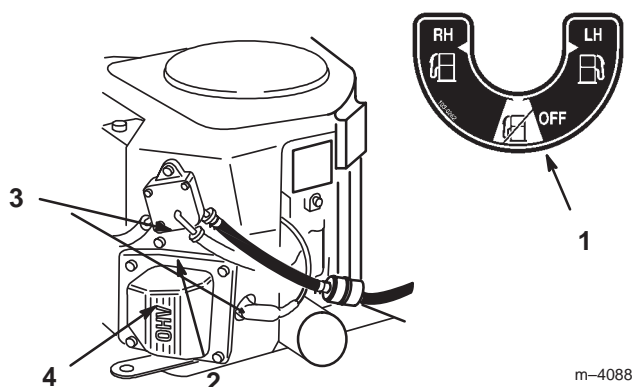

Figure 40
5. Posez un filtre neuf et rapprochez les colliers de fixation du filtre (Fig. 40).
2. Fermez le robinet d'arrivée de carburant (Fig. 40).
3. Desserrez le collier de serrage au niveau du filtre à carburant et repoussez-le le long de la conduite d'alimentation pour l'éloigner du filtre (Fig. 40).
4. Débranchez la conduite d'alimentation du filtre (Fig. 40).
5. Ouvrez le robinet d'arrivée de carburant des réservoirs gauche et droit, et laissez le carburant s'écouler dans un bidon ou un bac de vidange (Fig. 40).
6. Raccordez la conduite d'alimentation au filtre. Rapprochez le collier de serrage du filtre pour fixer la conduite d'alimentation (Fig. 40).